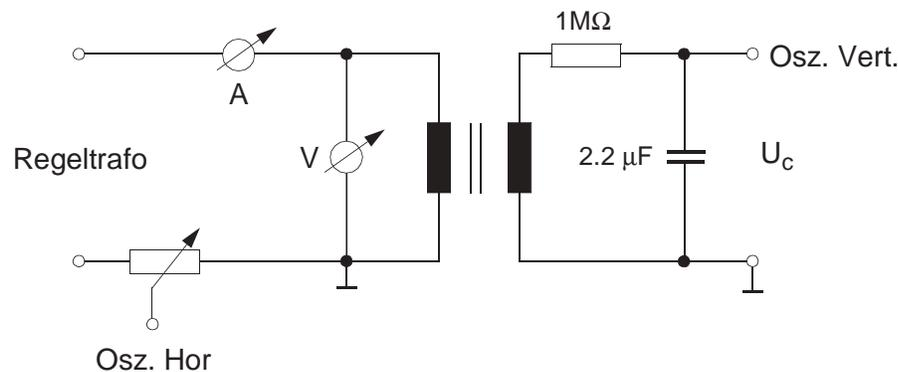

Abb. 7: Schaltung zu Aufgabe 4.
Um die Hysteresekurve auf dem Oszilloskop darzustellen, muß auf die Horizontalablenkung des Oszilloskops der Primärstrom I_1 , auf die Vertikalablenkung das Integral über die Sekundärspannung gegeben werden. Dazu wird die Schaltung nach Abb. 7 benutzt. Es lässt sich leicht zeigen, dass für den Fall $R \gg I/\omega C$ das RC-Glied an der Sekundärseite als Integrierglied arbeitet und für die Spannung
- Verwenden Sie die Schaltung nach Abb. 7.